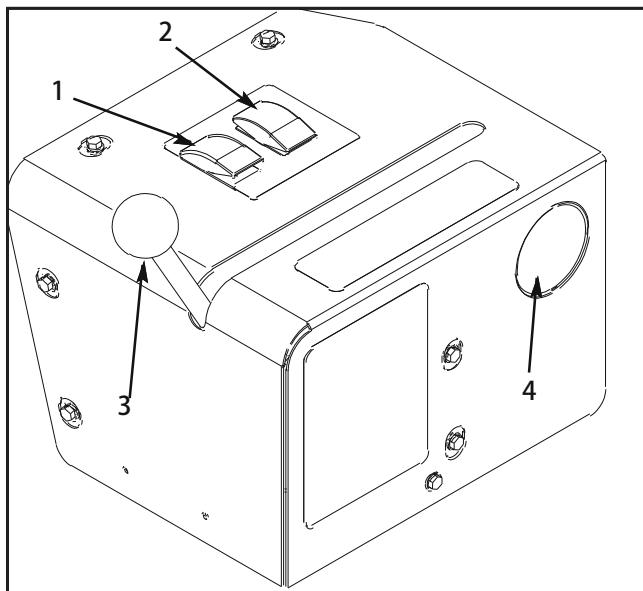

図31
- スプレー選択スイッチをハンド・スプレー位置にする（図31）。
6. バルブ制御レバーを前に動かしてハンド・スプレー位置にする(図31)。
7. 水圧計が希望値を示すようにレート制御スイッチで調整する(図31)。